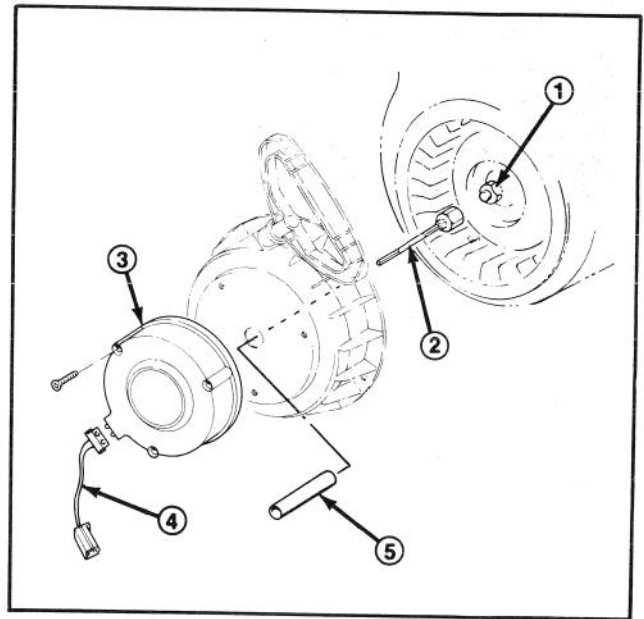

Figure 4
4. Repérez les trois (3) amorces de perçage renforcées qui se trouvent à l'avant du boîtier (figure 4).